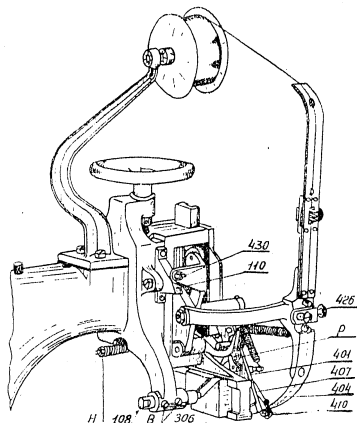

Рис. 2.
Поступающая с катушки в машину проволока выравнивается между двумя вилками и ушком, перемещаемым винтом 426. При недостаточном выравнивании, ушко следует больше сместить с линии вилки. Перед выравнивающим устройством под проволоку (на дет. 420) следует подкладывать кусочек фетра или войлока, пропитанного маслом. Проволока в швейный аппарат подается рычагом 401, при движении его вправо. При этом проволока зажимается между пружиной 404 и рифленным валиком хомутка 407 (рис. 1). Рабочий ход рычага осуществляется эксцентриком, возврат рычага 401 пружиной. В верхней части рычага 401 помещен винт 430 (рис. 2), регулирующий величину подачи проволоки. Этим винтом в случае нарушения в настройке машины пользуются при необходимости:
3. Укоротить левую ножку (отрезать короче проволоку) — при этом следует приблизить корпус отрезного механизма к проволокодержателю 346. Для этого отвинчивают два установочных винта «В» эксцентричного пальца 108 (рис. 2) и поворачивают на требуемую величину палец, затем закрепляют его винтами «В».